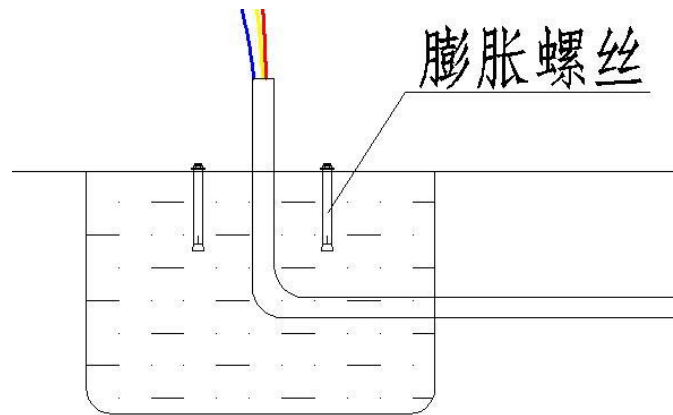

图 5-3 安装膨胀螺丝
(4) 用设备支架在预浇好的水泥基上画出打固定螺丝孔位，再用 10MM 的冲击钻打 4 个孔装上 M8 的膨胀螺丝，如图 5-3。